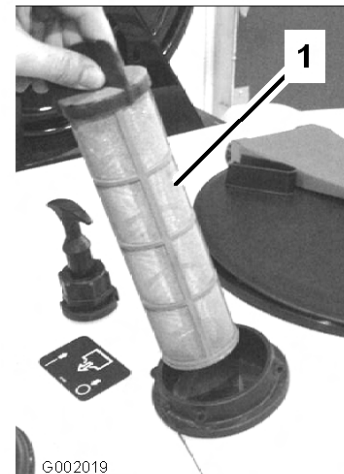

Figura 63
4. Estraete il filtro di aspirazione dal foro (Figura 63).